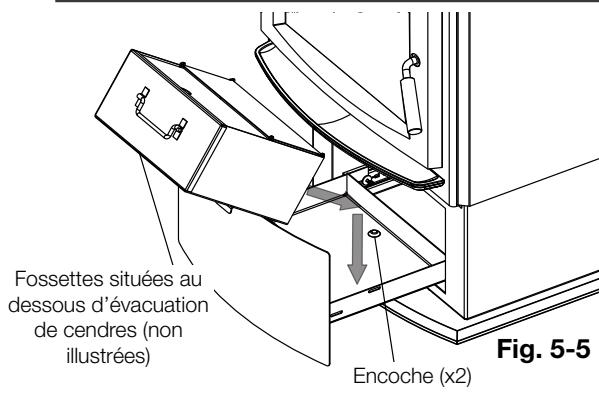

Fig. 5-5
- Placez le boîtier d'élimination des cendres dans l'évacuation des cendres. Assurez-vous que les fossettes s'insèrent dans les encoches (**Fig. 5-5**). Fermez l'évacuation des cendres.